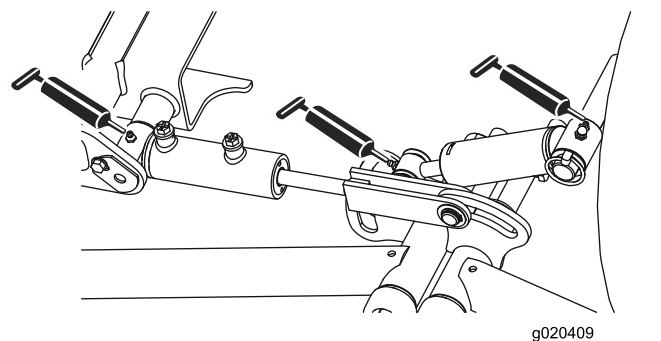

図 42
- 前昇降アームのピボットと昇降シリンダ各3ヶ所 図 42を参照。